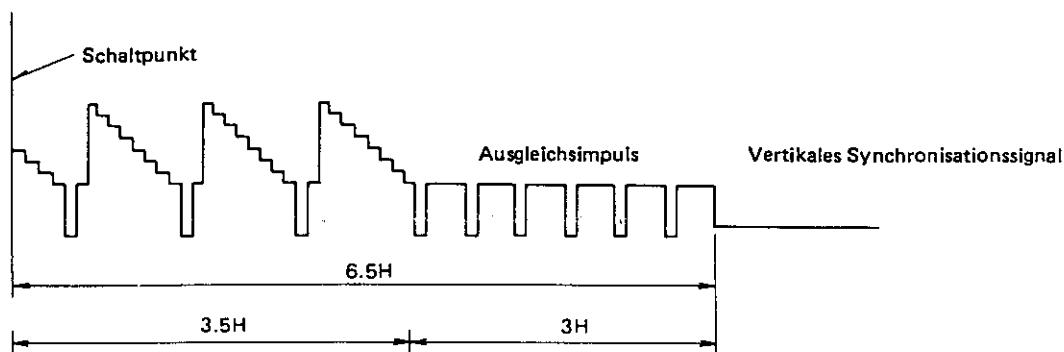

Abb. 3-4 Schaltpunkt
3. VR420 so einstellen, daß der Triggerpunkt $6,5 \pm 1H$ vor dem vertikalen Synchronisationssignal liegt (siehe Abb. 3-4).